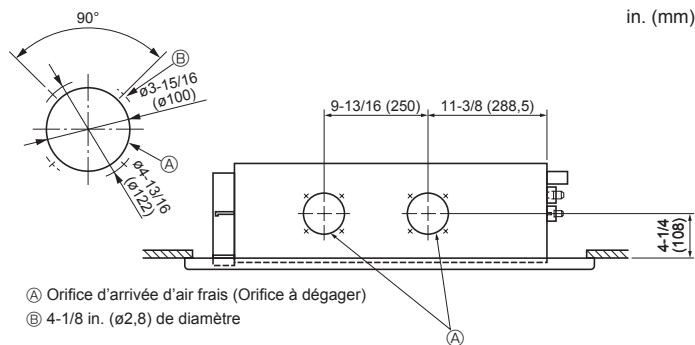

Fig. 2-8
2.5. Orifice d'arrivée d'air frais (Fig. 2-8)